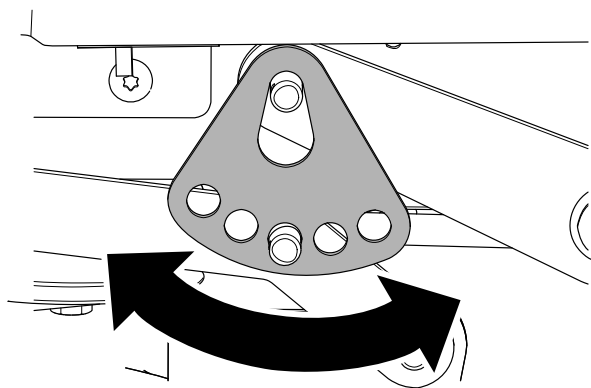

Figura 70
7. Rode a placa da altura de corte para um furo diferente de forma a que suporte o peso da plataforma do cortador depois de instalar a placa (Figura 70).
8. Instale a anilha e o perno de gancho (Figura 70).